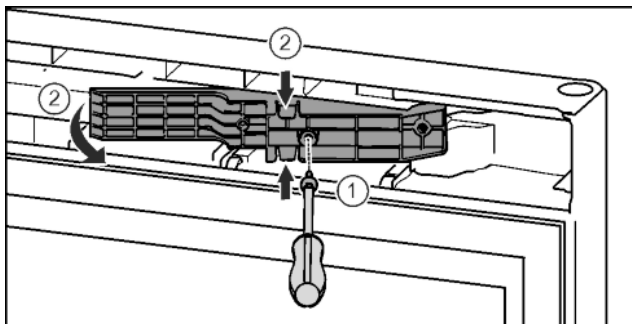

Fig. 16*
- Oldja ki a csavarokat a T15 csavarhúzóval.* Fig. 16 (1)
- Húzza ki az illesztődarabot.* Fig. 16 (2)